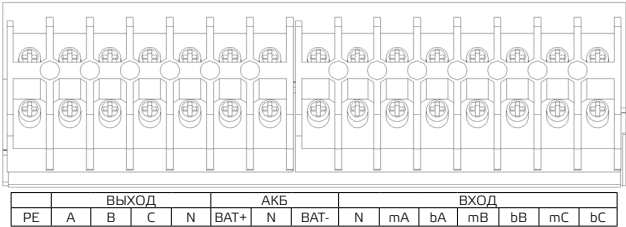
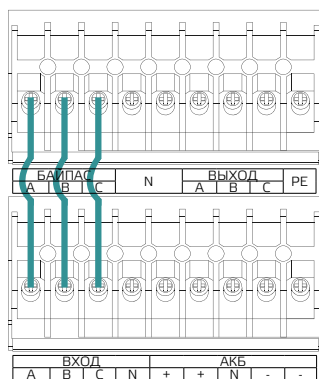
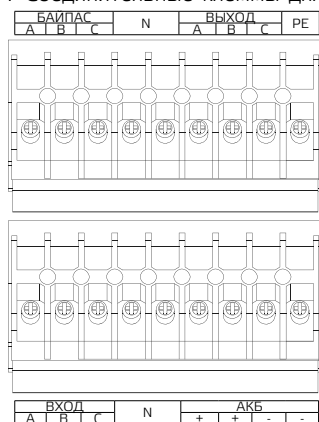

Рис. 3-10 Соединительные клеммы для 10 - 20 кВА
Рис. 3-11 Соединительные клеммы для 30 - 40 кВА
Рис. 3-12 Соединительные клеммы для 60 кВА
2. Откройте заднюю дверцу корпуса, снимите крышку. Входная и выходная клеммы, клемма батареи и клемма защитного заземления показаны на рис. 3-10, рис. 3-11 и рис. 3-12.